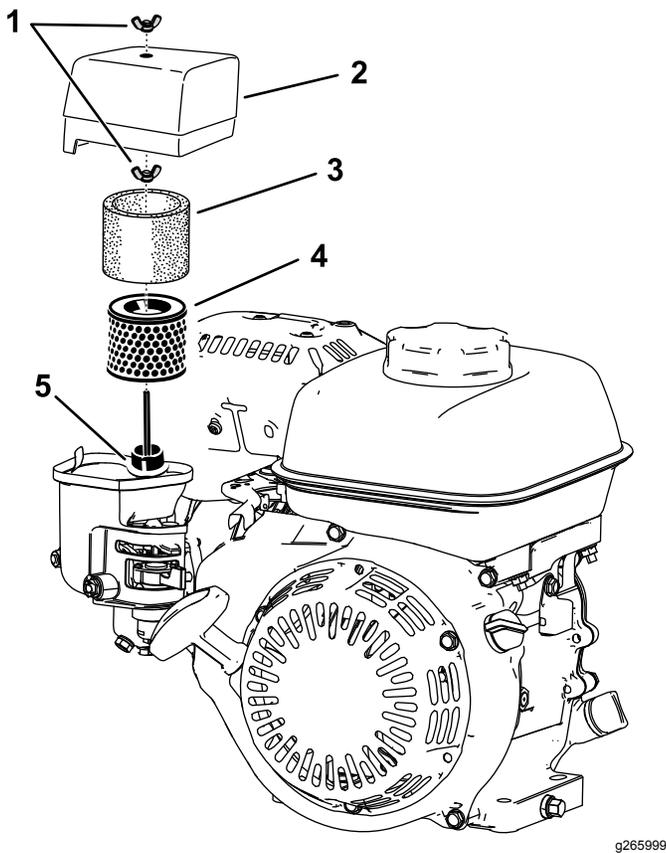

Figura 19
2. Rimuovete il dado ad alette che assicura la protezione del filtro dell'aria (Figura 19).